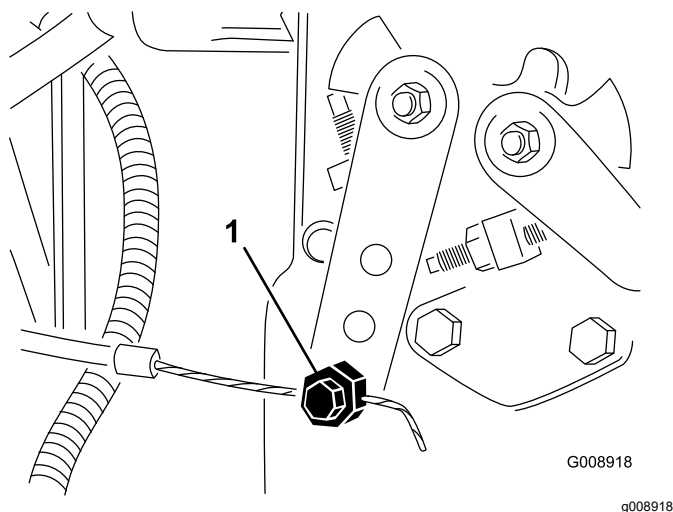

Figura 63
2. Desaperte o dispositivo de ligação do cabo do acelerador na alavanca da bomba de injeção (Figura 63).